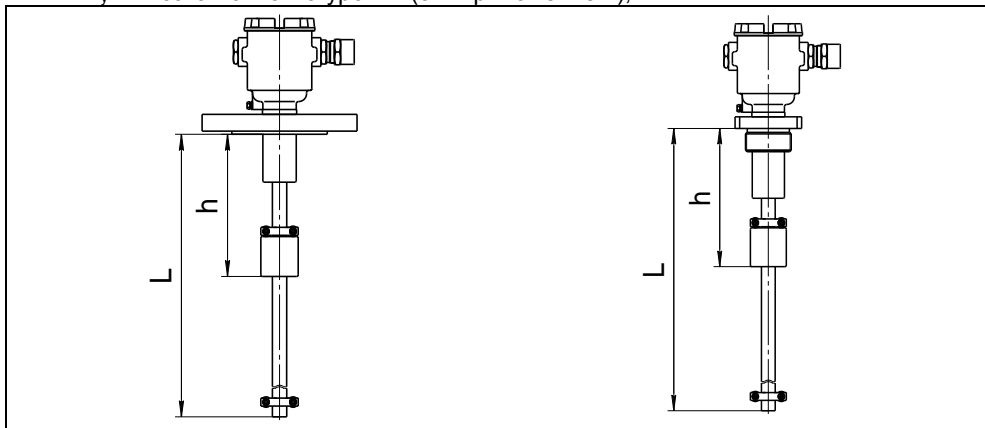

Рисунок 4
1.4.5 Преобразователи могут изготавливаться с длиной направляющей в соответствии с 1.2.2 (см. рисунок 4).
В случае, если нет необходимости измерять уровень по всей длине направляющей, то для уменьшения стоимости преобразователя целесообразно при заказе указывать в условном обозначении преобразователя скорректированное значение верхней неизмеряемой зоны **h** (см. рисунок 4).